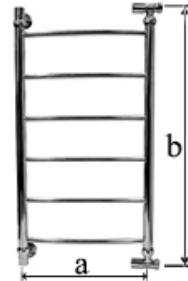

Рис.1
- 1.2. Полотенцесушитель, внешний вид которого показан на Рис.1, устанавливается в систему централизованного или местного горячего водоснабжения или отопления.